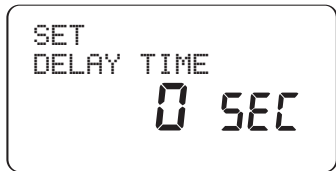

Abbildung 22: Anzeige – „Station Delay“ (Stationspause)
1. Drehregler auf **•STATION DELAY** (Stationspause) drehen [Siehe Abbildung 22].